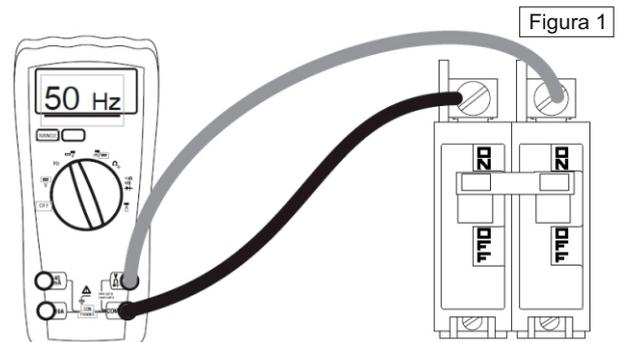

Figura 1
- 1) Conecte un medidor de frecuencia de CA al interruptor de línea principal del generador. (Vea figura 1).
6) Conecte un frecuencímetro al interruptor principal del generador. (figura 1).